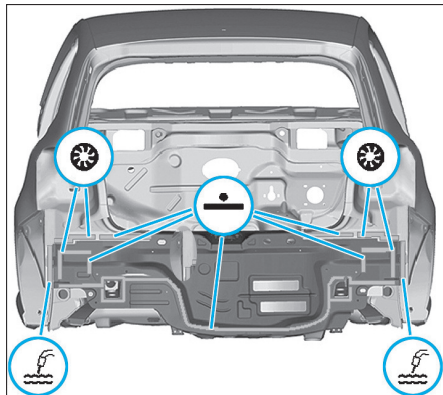

FIG. 118
- Souder la jupe arrière comme illustré (Fig.118).